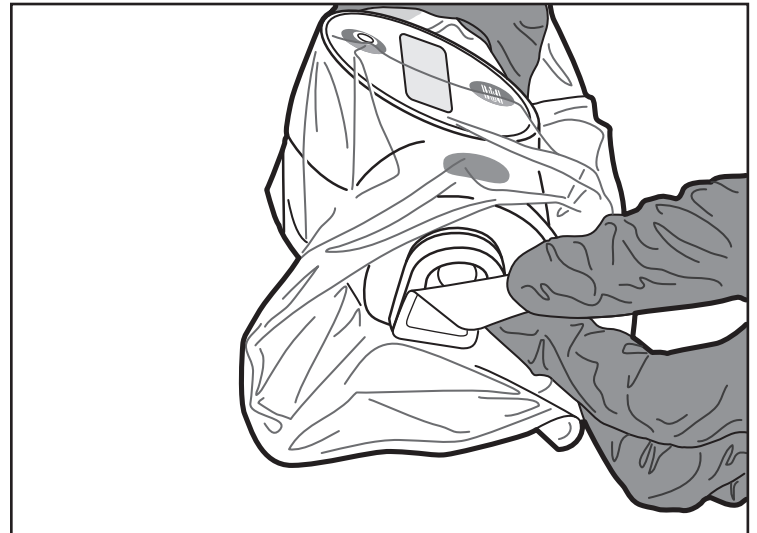

Figura 9. Remoção do autocolante
9. Quando estiver preparado para inserir o cateter compatível com a Unidade de Acionamento do Motor MDU5 PLUS, retire o autocolante da placa dianteira e elimine-o adequadamente (Figura 9).